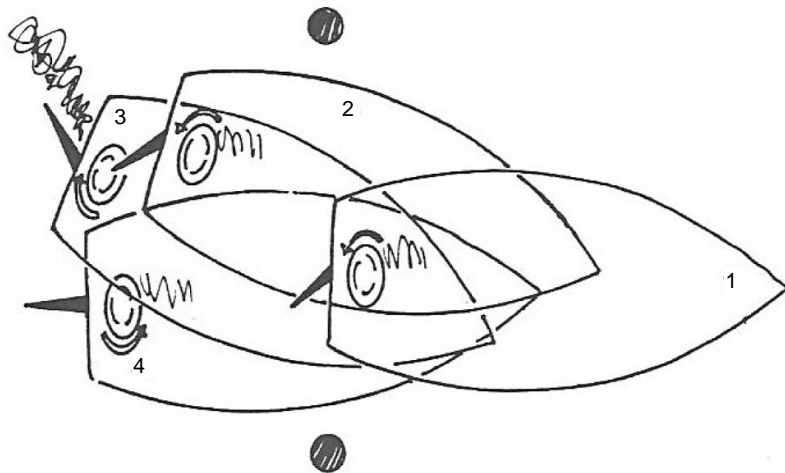

Abb. 11
3.1.3. Rückwärts fahren (Abb. 11)